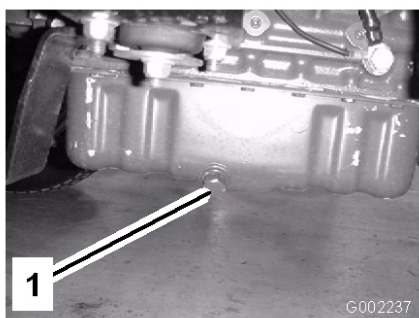

Figura 40
5. Togliete il tappo di spurgo (Figura 40).